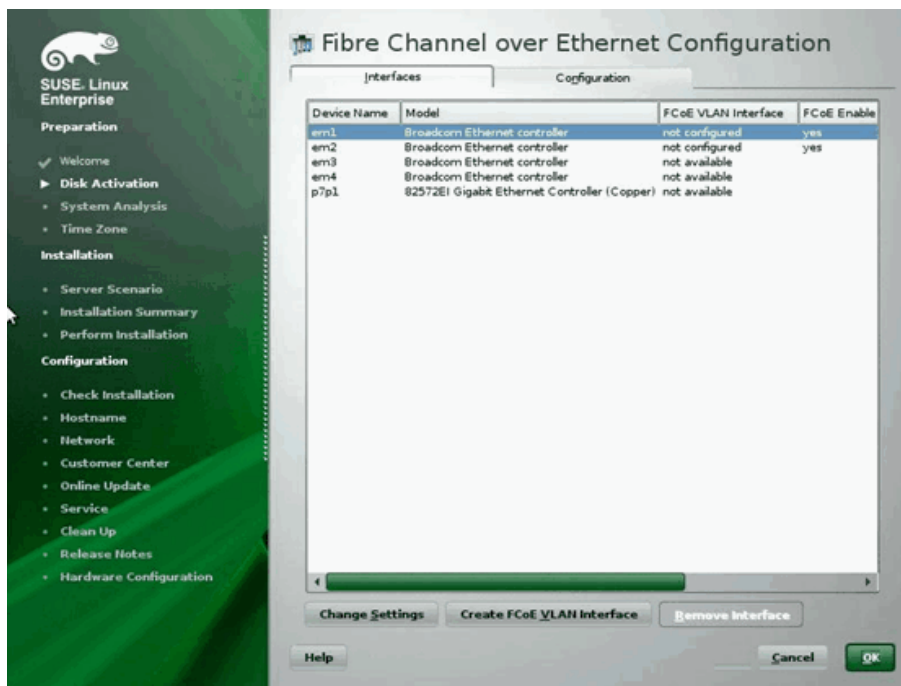

図 14-15. FCoE の有効化
5. SAN ブートパスとして使用する 10GbE Marvell イニシエータポートで **FCoE Enable** (FCoE の有効化) が **Yes** (はい) に設定されていることを確認します (図 14-15)。